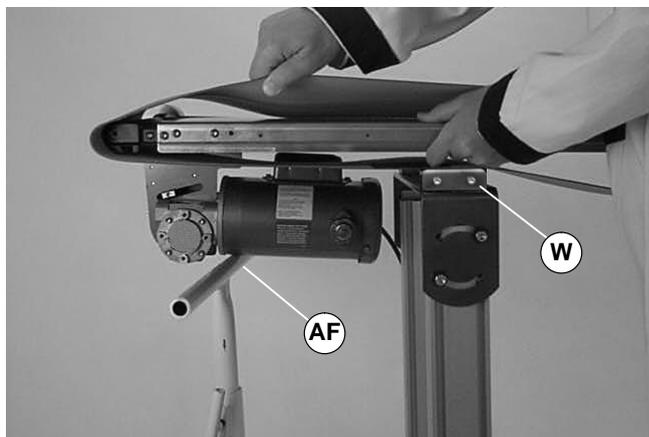

Abbildung 23
Das Gewicht des Getriebemotors liegt ganz auf einem Ende des Förderers. Dies könnte dazu führen, daß er von den Tragstützen kippt, wenn die Montageklemmplatten gelöst werden. Für Abstützung (AF siehe Abbildung 23) unter dem Getriebemotor sorgen, während der Gurt ausgewechselt wird.
6. Das Förderband vorübergehend am Montagesatz für Getriebemotoren stützen (AF siehe Abbildung 23).